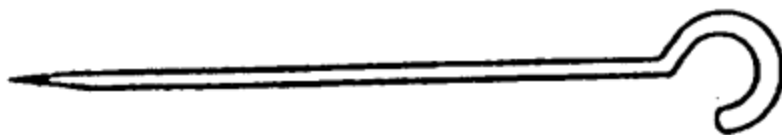

图 1-55 划针
(1)划针。划针的形状如图 1-55 所示,划针尖端部分略薄而尖,表面光滑,用来在线圈和导线嵌好后卷包绝缘纸。